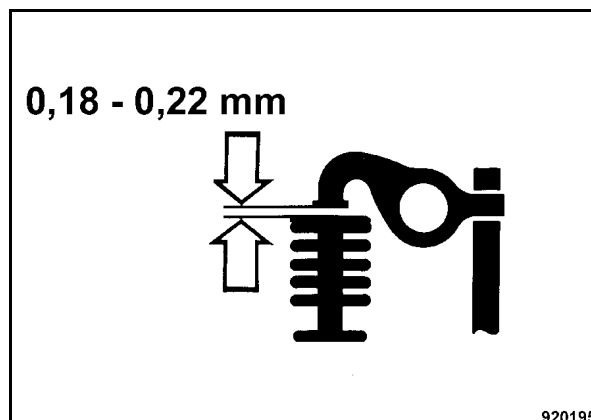

Fig. 121
- Controllare la fessura tra la camma della leva a bilanciere e la valvola con uno spessimetro (Fig. 121).